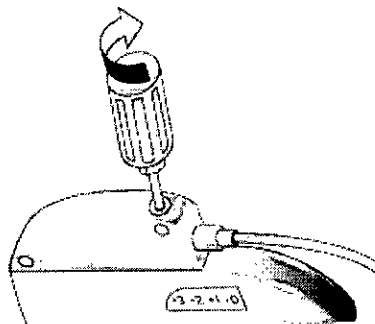

Figura 4. Apriete el tornillo de fijación en el botón de silicona, girándolo hacia la derecha hasta que la llave dinamométrica haga clic.
5. Introduzca completamente la llave dinamo en el botón de silicona del bloque de conexión y apriete el tornillo de fijación girándolo hacia la derecha hasta que la llave dinamo haga clic (Figura 4).
Nota: La llave dinamométrica debe estar orientada en el mismo ángulo que el tornillo de fijación (Figura 4).